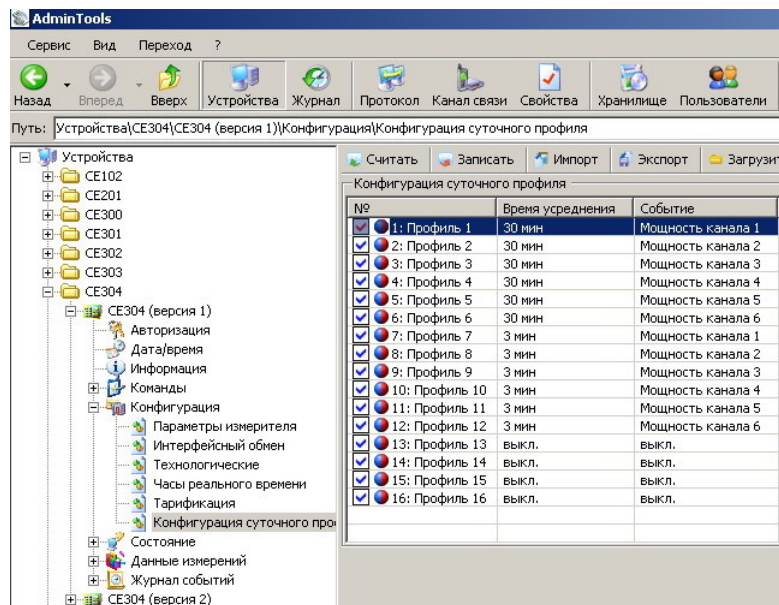

Рис. 6. Конфигурация счётчика. Конфигурация суточного профиля.
В ветке «СЕ304 Конфигурация Конфигурация суточного профиля» (см. рис. 6) настраиваются параметры: время усреднения мощности и конфигурация каналов.
9. Настроить конфигурацию суточного профиля, как показано на рис. 6. Для контроллера СИКОН важны настройки первых четырёх профилей счётчика.